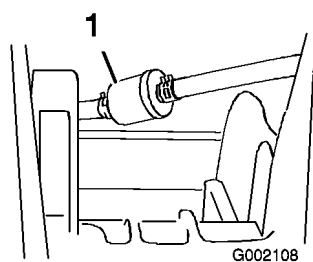

Bild 37
- Entfernen Sie die Schellen, mit denen der Kraftstofffilter an den -leitungen befestigt ist (Bild 37).